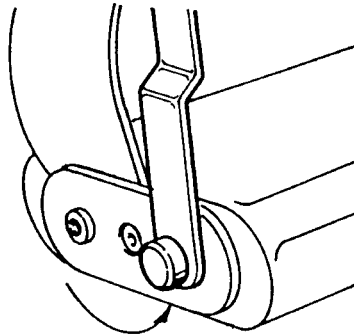

Abb. 2
- Den "Pantographenarm", wie in Abb.2 gezeigt, anbringen.